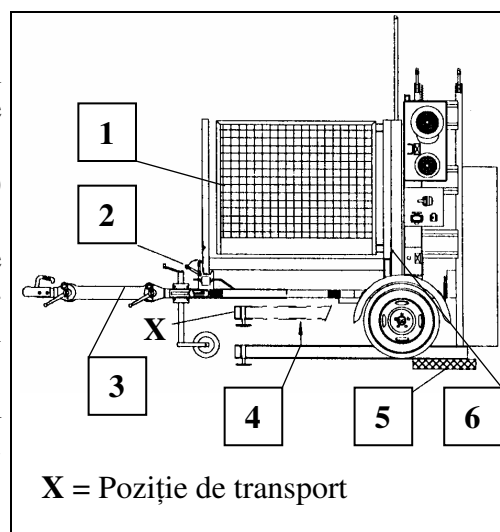

Fig. 20 Încărcarea remorcii de transport
- Așezați pe podea sub piciorul suportul pilonului de bază pe care se distribuie sarcina (vezi Fig. 20 Pos. 5).
- Comutatorul cu cheie al sistemului de comandă pentru platformă trebuie să fie rotit în jos (0), cheia trebuie scoasă iar tabla glisantă deasupra sistemului de comandă trebuie închisă.
- Se slăbește platforma de transport de la remorcă rotind și îndepărtând șurubul cu ureche (vezi Fig. 20 Poz. 2) . Deschideți sistemul de blocare (6).